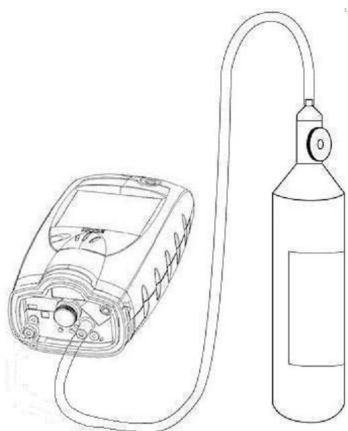

fig. 4.1
- Se conecteaza adaptorul de calibrare la detector. Se expune senzorul la gazul etalon din butelie (fig 4.1).
Se aplica gazul de calibrare asa cum este aratat in fig. 4.1. Afisajul va fi modificat si valori numerice vor indica citirile curente.